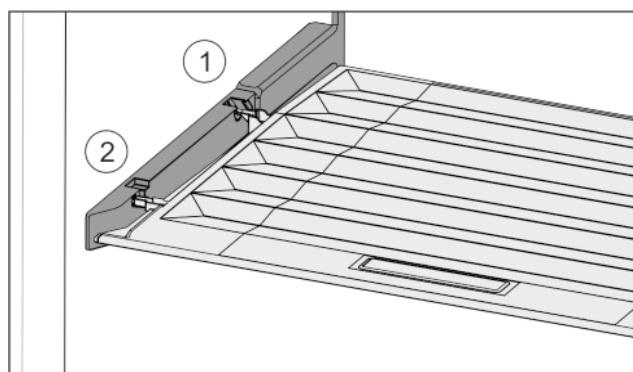

Fig. 34
- ▶ Introduceți nervura capacului prin orificiul suportului posterior Fig. 34 (1) și încheteați-l în față în suport Fig. 34 (2).